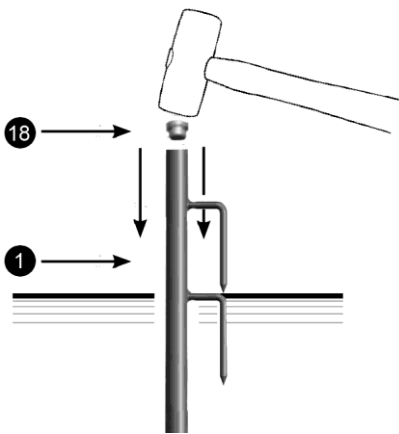

Abb. 3: Verbindung von Verstärkungsschlauch und Schlauchverbindern
1. Pumpen Sie den Ball (9) mittels eines Kompressors oder der beigefügten Pumpe auf. Der Durchmesser des Balls sollte ca. 60 cm betragen (Umfang ca. 170 cm). Verschließen Sie den Ball danach mit dem Verschlussstöpsel.
2. Befestigen Sie den Ball (9) an der abgeflachten Fläche des Ball-Hakens (13).
3. Stecken Sie ein Ende des Schlauchverbinders (14) in den Verstärkungsschlauch (15), entsprechend Abb. 3.
4. Verbinden Sie die Verstärkungsschläuche (15) mittels Schlauchverbinder (14) und schieben Sie diese in die unten am Schirm (10) befindliche Öffnung. Benutzen Sie ggf. Seife, um das Einführen zu erleichtern. Verbinden Sie nun das andere Ende des Schlauchs mit dem Schlauchverbinder.